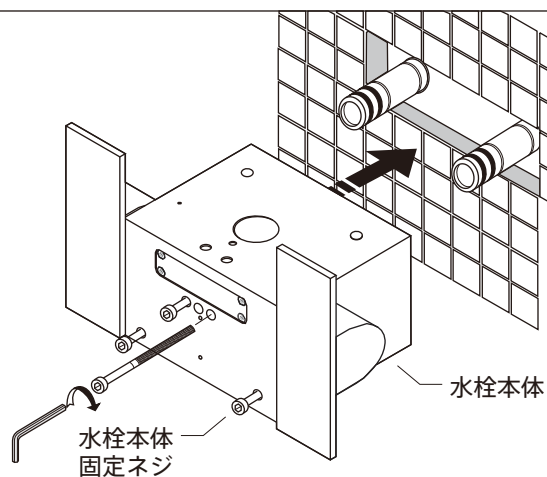

図 7
7. 水栓本体に前パネルを差し込み、六角レンチにて前パネル固定ネジを締めて固定します。（図7）